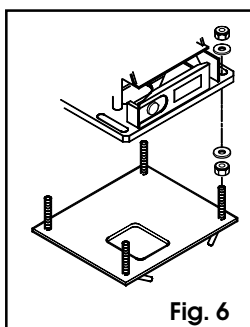

Fig. 6
- 6) Zet de aandrijving met de bijgeleverde schroeven en ringen vast op de funderingsplaat, zoals op fig. 6